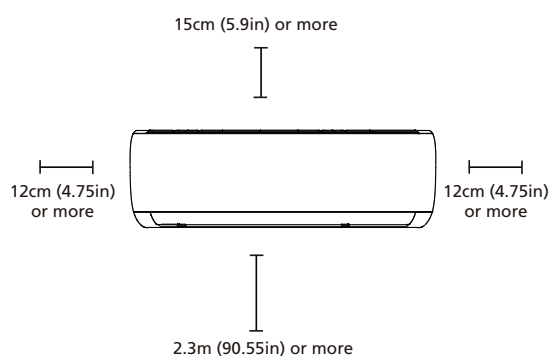

Figure 4
- Należy pozostawić ponad 12 cm odstępy z lewej i z prawej strony jednostki (patrz rys. 4).
- Jednostka wewnętrzna powinna być zamontowana na ścianie, na wysokości przynajmniej 2,3 metra od podłogi (patrz rys. 4).
- Jednostka wewnętrzna powinna być zamontowana w sposób zapewniający 15 cm odstęp od sufitu. (patrz rys. 4).